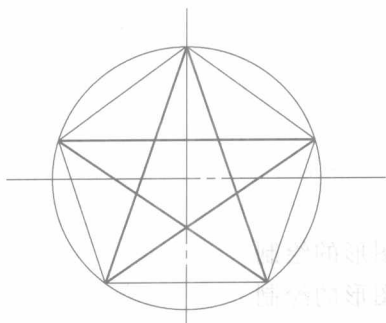

图 1-1 五角星图形
任务一：绘制图 1-1 所示的五角星图形。
(6) 完成全图 连接各等分点即得五角星图形, 擦除作图辅助线并加深线条, 即得图 1-1 所示图形。